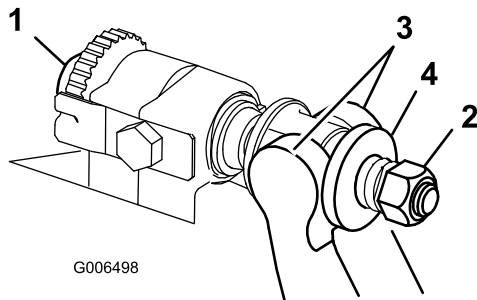

Bild 19
1. Drehen Sie die Einstellschrauben des Untermesserträgers nach links, damit sich der Abstand zwischen Untermesser und Spindel vergrößert (Bild 19).
2. Drehen Sie die Federspannungsmutter so weit hinaus, bis die Scheibe nicht mehr gegen den Untermesserträger angespannt ist (Bild 19).